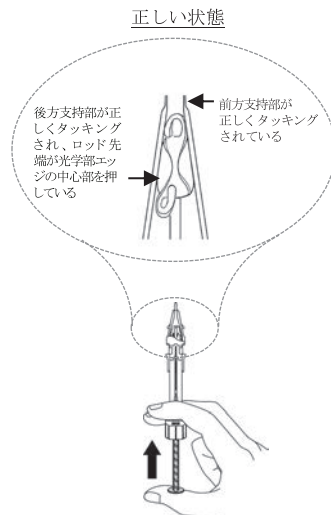

図6 プランジャーを押し進め、支持部の位置・形状を確認
- ⑥ 支持部が図6にて示す状態となるまで、プランジャーをゆっくり(約5秒をかけて)一定の速度で前進させる。その際、プランジャーを引き戻さないこと。